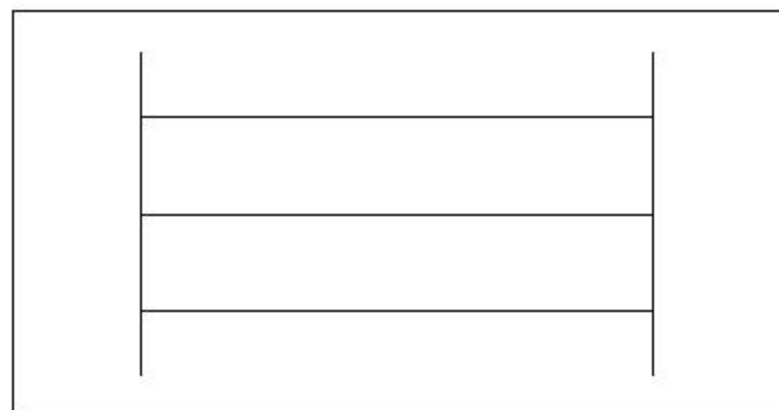

图8-176 删除线段
- 05 调用E【删除】命令，删除线段，如图8-176所示。